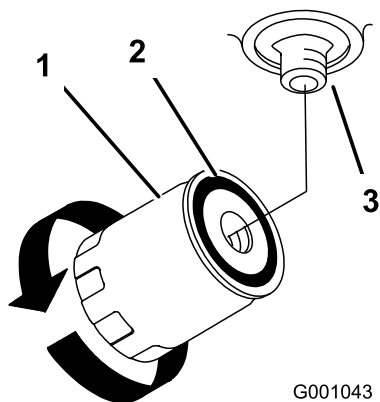

Figure 76
4. Déposez le filtre usagé et essuyez la surface du joint de l'adaptateur (Figure 76).
6. Montez le filtre de rechange sur l'adaptateur, Tournez le filtre dans le sens horaire jusqu'à ce que le joint rejoigne l'adaptateur, puis donnez 1/2 tour supplémentaire (Figure 76).